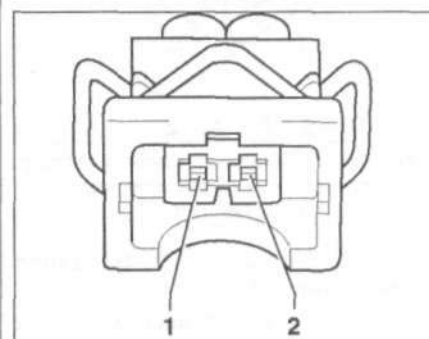

Рис. 7.67. Присоедините к контактам 1 и 2 разъема проводки и измерьте напряжение.
4. Если заданное значение достигается, присоедините к контактам 1 и 2 разъема проводки и измерьте напряжение (рис. 7.67). Запустите двигатель и оставьте его работать на холостом ходу. Спецификационное значение: как минимум 4.5 В.
7. Проверьте провод между тестером и разъемом на разрыв цепи: контакт 1 и гнездо 2, контакт 1 и гнездо 28, контакт 2 и гнездо 15 (рис. 7.67). Заданное значение: 1.5 Ом;